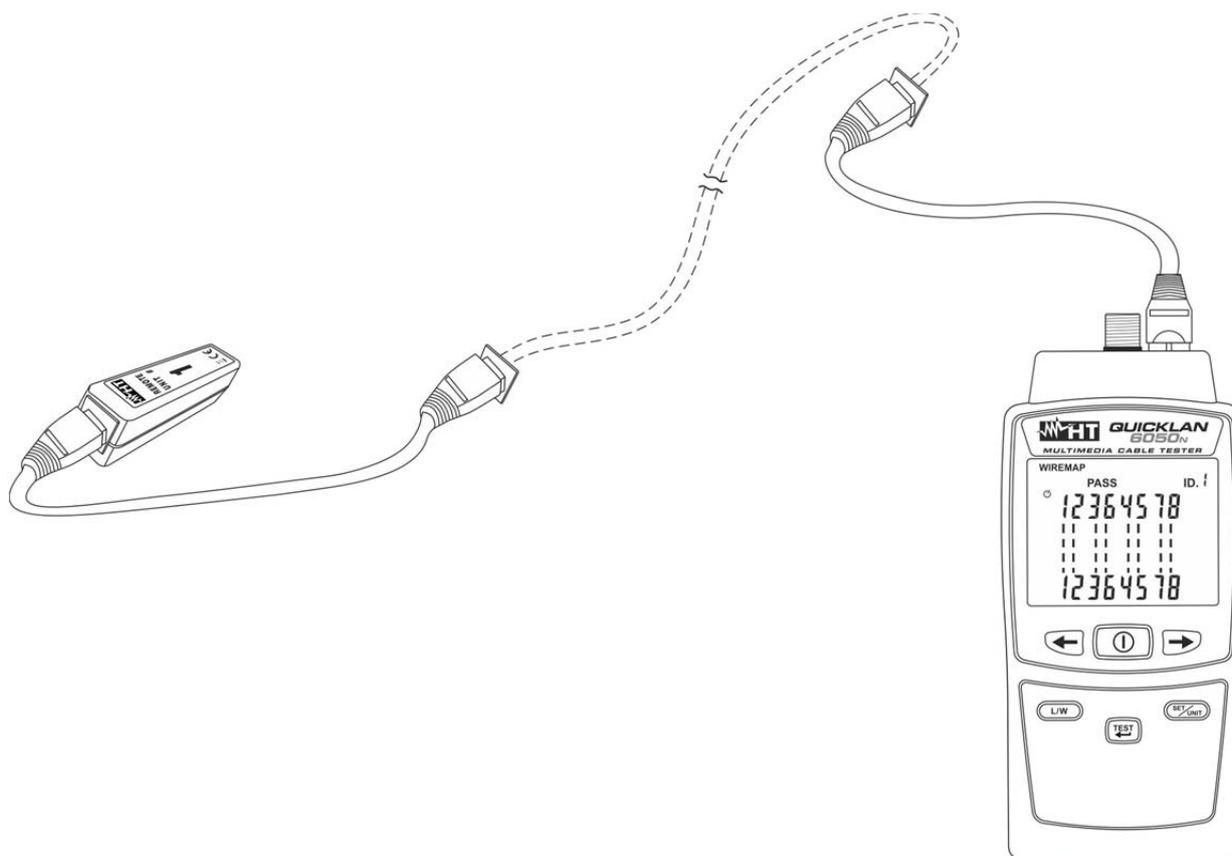
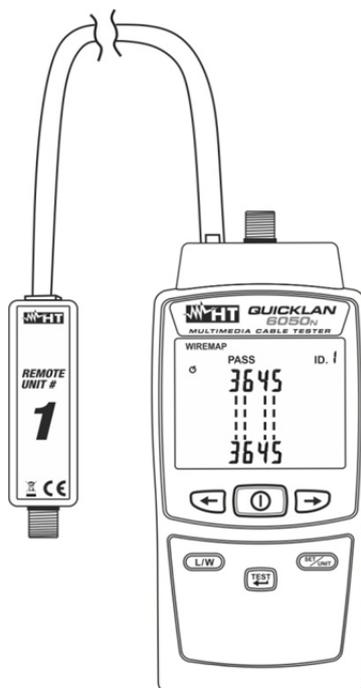

Fig. 7: Ligação do instrumento através de cabos de conexão
Fig. 10: Ligação do instrumento ao cabo com conector RJ11
4. Conectar as extremidades do cabo em teste ao conector RJ45 de entrada do instrumento (ver Fig. 1 – parte 10) e à unidade remota #1 ou, se necessário, usar os cabos de conexão fornecidos como se mostra na Fig. 7
3. Conectar as extremidades do cabo em teste ao conector RJ11 de entrada do instrumento (ver Fig. 1 – parte 8) e à unidade remota #1 (ver Fig. 10). Se necessário, usar os cabos de conexão fornecidos de modo semelhante ao mostrado na Fig. 7